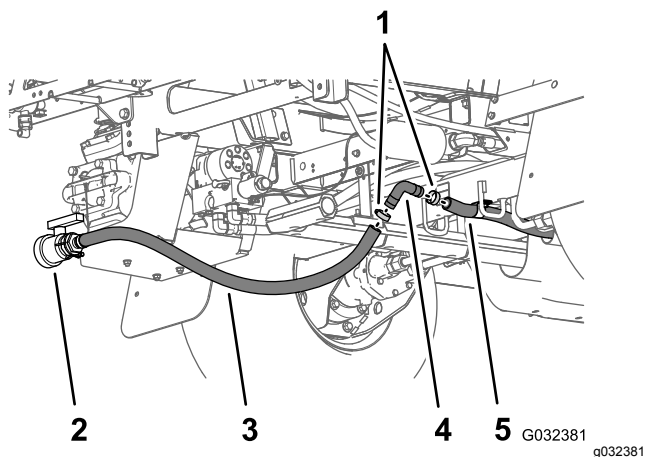
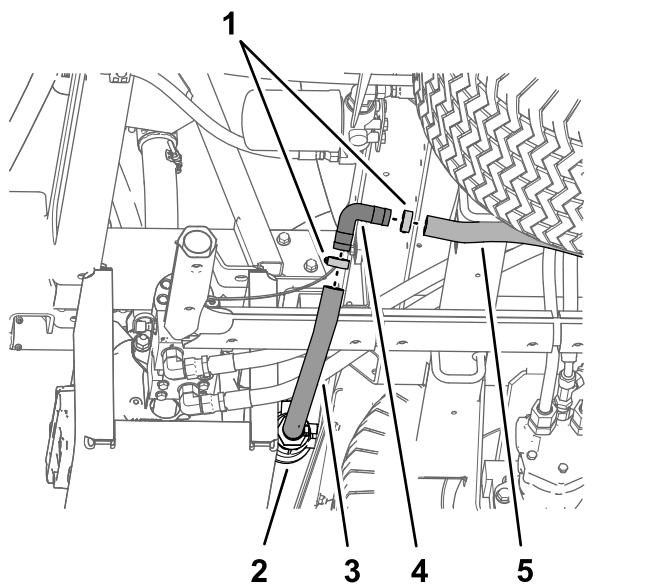

Bild 46
Bild 47
- Setzen Sie das gezahnte 90° Anschlussstück, das Sie in Schritt 3 entfernt haben, in den Ablassventilschlauch und den hinteren Behälterablassschlauch ein (Bild 46 und Bild 47).
9. Befestigen Sie das gezahnte 90°-Anschlussstück und die Ablassschläuche mit den zwei Schlauchklemmen, die Sie in Schritt 2 abgenommen haben (Bild 46 und Bild 47).